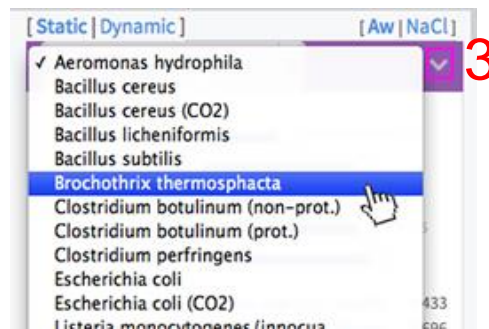

Figura 34 Detalle print pantalla Growth model submenú 3
3. Área para elegir el tipo de microorganismo (figura 34)